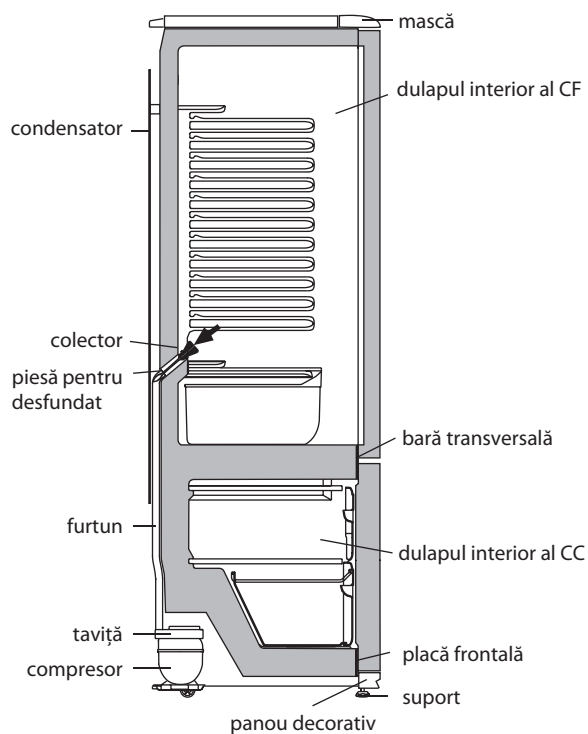

Figura 5 — Schema scurgerii apei rezultate în urma topirii din CF
3.5.1 În CF se folosește un sistem automat de dezghețare. Bruma, care apare pe peretele din spate a CF, după deconectarea compresorului care lucrează în ciclu, se topește și se transformă în picături de apă. Picăturile de apă rezultată în urma topirii se scurg în colector, apoi prin gaura acestuia și prin furtun - în tavița de pe compresor, în conformitate cu figura 5 și se evaporă. Gaura colectorului este dotată cu o piesă pentru prevenirea înfundării sistemului de drenaj.
Prezența apei în colector indică înfundarea sistemului de drenaj. Pentru eliminarea înfundării folosiți piesa corespunzătoare și curățați gaura colectorului, astfel ca apa să se scurgă liber în taviță, apoi spălați piesa și instalați-o în conformitate cu figura 5.
SE INTERZICE să utilizați frigiderul cu sistemul de scurgere înfundat. Apa care a apărut la baza CF sau care a ajuns în locul de alăturare a barei transversale și a dulapului interior al CF, în conformitate cu figura 5, poate provoca coroziunea dulapului exterior al frigiderului și elementelor agregatului frigorific, defectarea izolației termice, formarea crăpăturilor dulapului interior și defectarea frigiderului.
SE INTERZICE dezghețarea CC fără utilizarea elementului pentru drenare. Apa rezultată în urma topirii care se scurge din cameră afară de elementul pentru drenare, pătrunzând în locul de alăturare a plăcii frontale la dulapul interior în conformitate cu figura 5, poate provoca coroziunea dulapului exterior al congelatorului și a elementelor agregatului frigorific, defectarea izolației termice, formarea crăpăturilor dulapului interior și defectarea dulapului frigiderului.